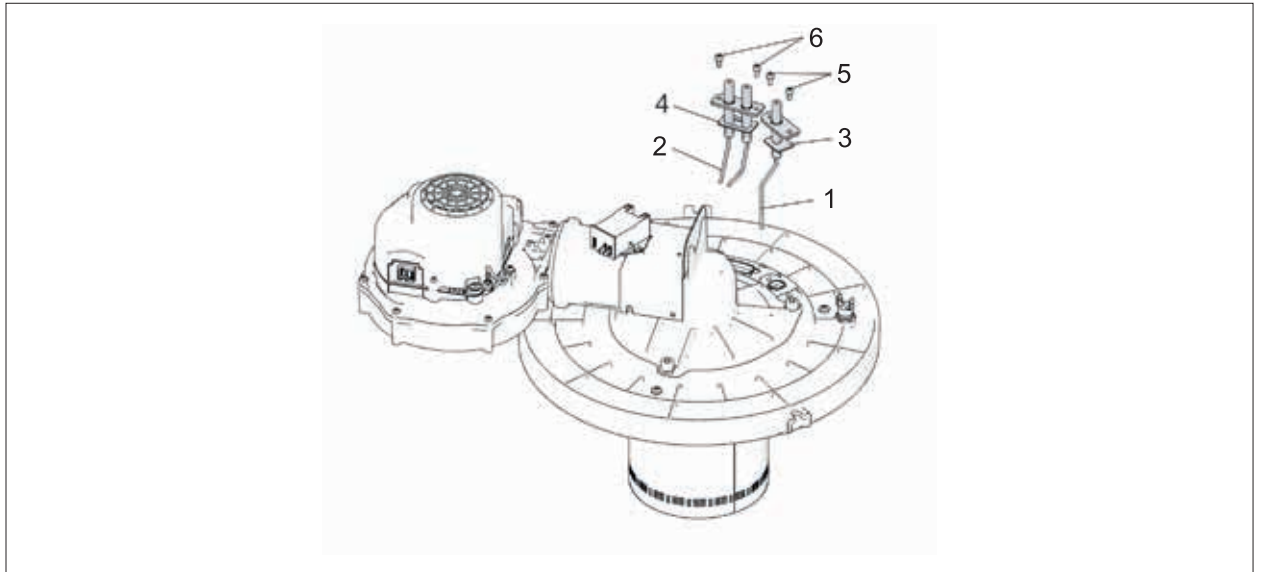

Abb. 6.3 Elektroden austauschen
- ▶ Befestigungsschrauben (5) Abb. 6.3 mit 3 Nm Drehmoment anziehen.
- ▶ Befestigungsschrauben (4) Abb. 6.3 mit 3 Nm Drehmoment anziehen.